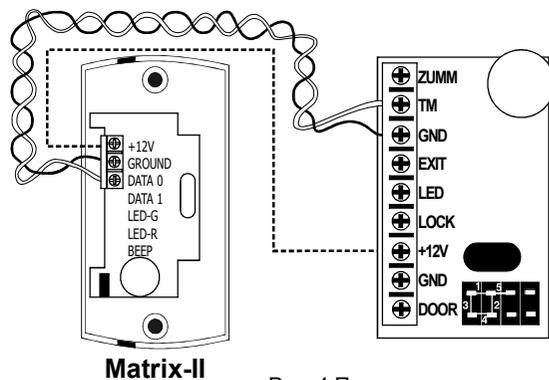

Рис. 4 Подключение внешнего считывателя
При подключении считывателя по протоколу iButton один провод витой пары соединяет клеммы GND контроллера и считывателя. Второй провод этой же витой пары используется для передачи сигнала и соединяет выход считывателя с клеммой контроллера TM (см. рис. 4 и 5).
**А.** Вход - по картам стандарта EM-Magipe, выход - с помощью кнопки открывания замка (см. рис.4):